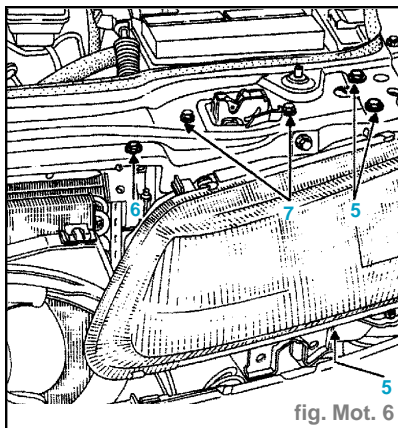

fig. Mot. 6
- les vis de fixation (5), (6) et (7) (fig. Mot. 6).